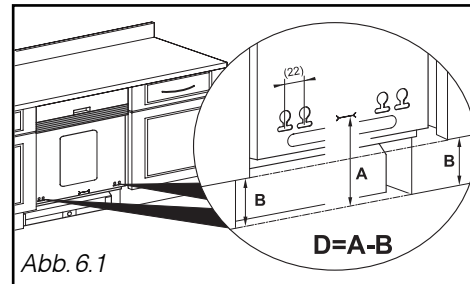

Abb. 6.1
- Messen Sie den Abstand zwischen Boden und Unterseite der Türwand des anliegenden Möbelelements (Maß **B**, Abb. 6.1).
- Nehmen Sie das Maß **B** aus der Abb. 6.1; messen Sie den Abstand **J** zwischen Boden und Unterseite der Spülmaschine. Berechnen Sie **B - J**.